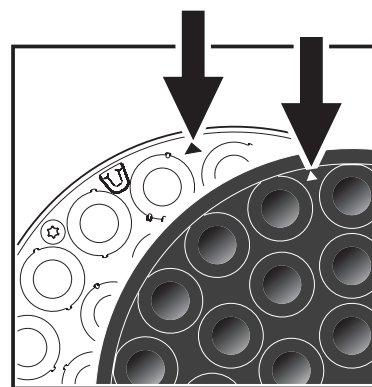

Figure 6: Flèches d'alignement
4. Voir Figure 6. Alignez les deux repères fléchés moulés sur le support de lentilles et le filtre anti halo. Pressez le filtre anti halo sur la tête pour engager les onglets de la plaque dans les découpes prévues sur le filtre.